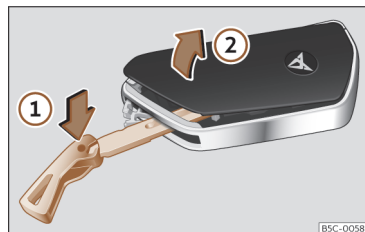

Fig. 80 Clé du véhicule : ouvrir le cache du logement de la pile.
- Introduisez le panneton dans la rainure >>> **fig. 80**, appuyez dessus dans le sens de la flèche ① et détachez le cache en faisant levier ②.